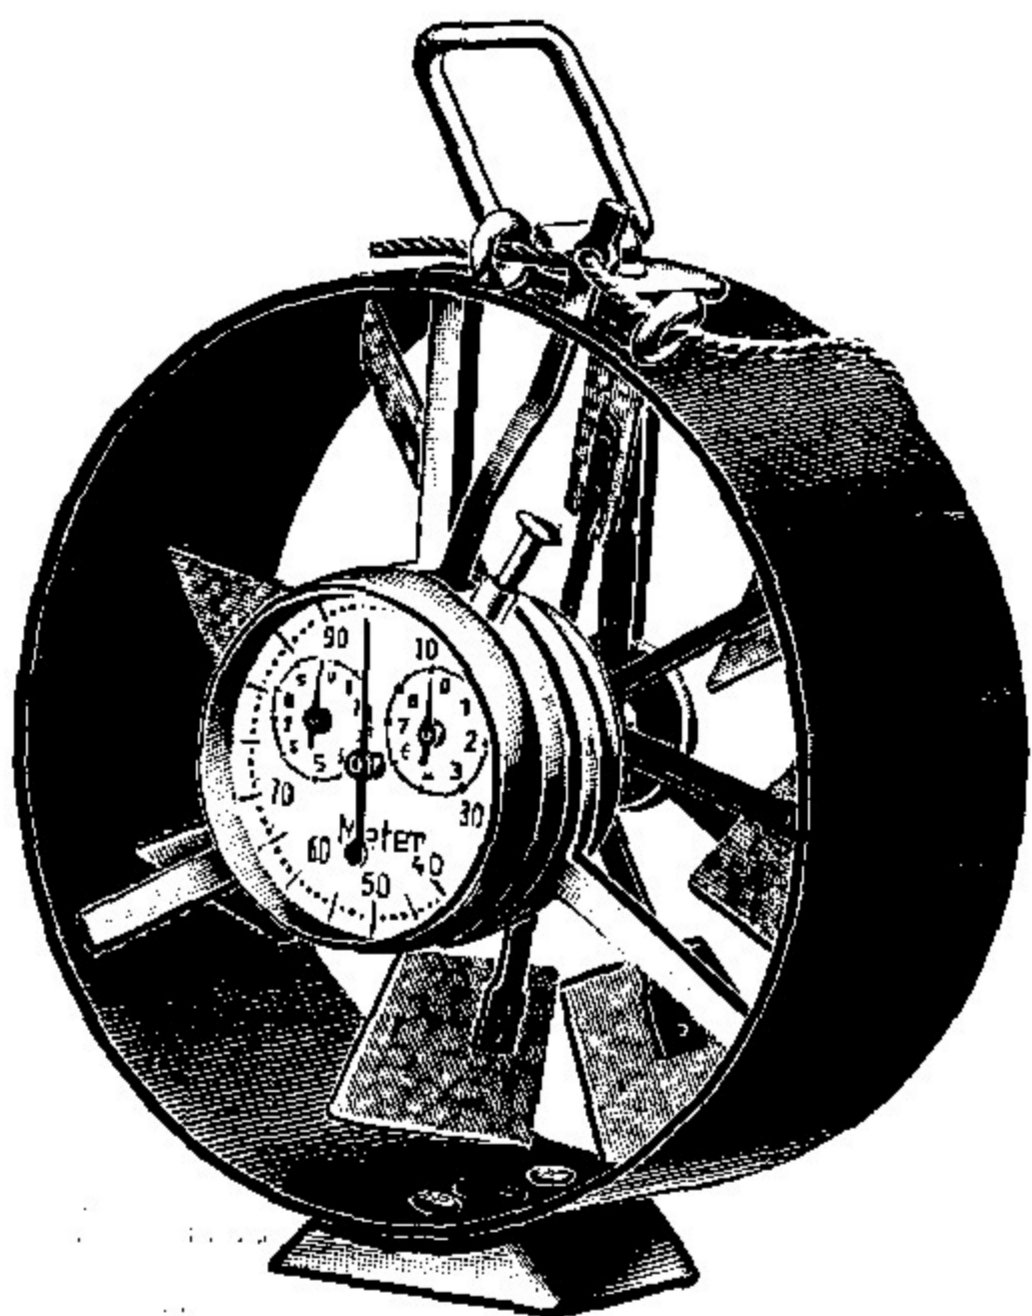

Bild 3
- 5     Empfindliches Flügelrad-Anemometer, für Messungen vor Ort besonders geeignet (Bild 3), Meßbereich 1000 m, Geschwindigkeitsgrenzen 0,12 und 6 m/sek, 148 mm äußerer Schutzringdurchmesser, mit Schnurenarretierung und Momentnullstellung der Zeiger, mit Hülsenhandgriff, in Transportkasten.